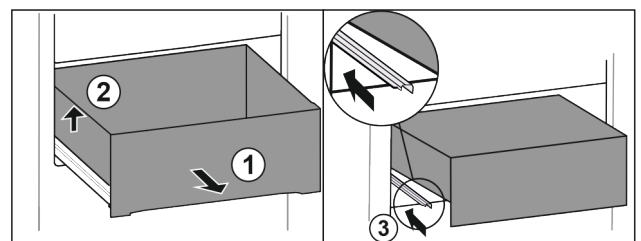

Fig. 14*
▶ Schubfach vollständig herausziehen Fig. 14 (1).*
▶ Schubfach links anheben Fig. 14 (2).*
▶ Linke Schiene einschieben Fig. 14 (3).*